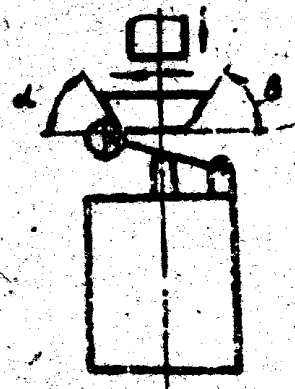

Рис. 3
5. Выключатели с приводом рычаг с роликом предназначены для работы с проходным нереверсивным упором (рис. 3), но могут работать и с непроходным реверсивным и толкающим упорами. Угол набегания упора и угол сбегания составляет не более 40° при скорости движения упора до $0,25\ \text{м/с}$ и не более 20° при скорости свыше $0,25\ \text{м/с}$.